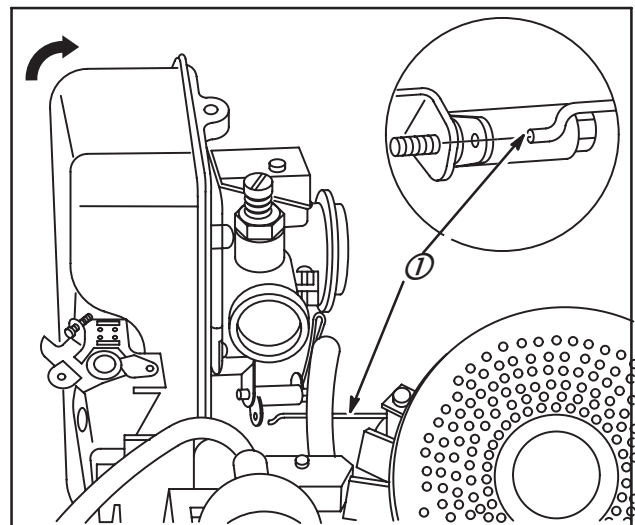

Fig. 15
2. Faire glisser l'ensemble carburateur/réservoir du tube d'admission, tourner l'ensemble pour libérer la tringle du régulateur (1) du levier du bras articulé.
3. De cette façon, la tringle de régulateur et le ressort restent attachés au levier sur l'ensemble carburateur/réservoir, Fig. 15.